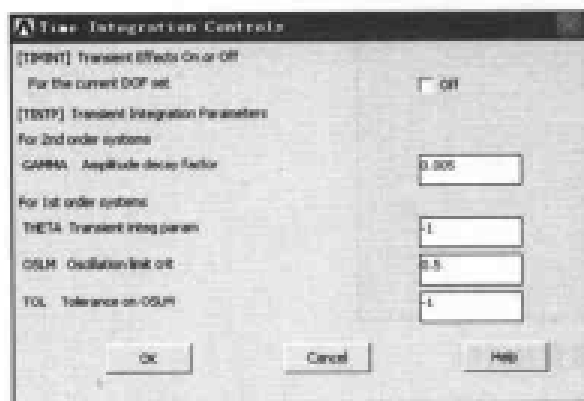

图 12-57 时间积分控制对话框
(1) 选择 Main Menu | Solution | Analysis Type | New Analysis 命令，出现 New Analysis 对话框，选择分析类型为 Transient，单击 OK 按钮，出现 Transient Analysis 对话框，在 [TRNOPT] Solution method 选项组中选择 Full，单击 OK 按钮关闭该对话框。
(2) 选择 Main Menu | Solution | Load Step Opts | Time/Frequenc | Time - Time Step 命令，出现 Time and Time Step Options 对话框，[TIME] Time at end of load step 文本框中输入 0.01，在 [DELTIM] Time step size 文本框中输入 0.01，其他选项采用默认设置，单击 OK 按钮关闭该对话框。
(3) 选择 Main Menu | Solution | Load Step Opts | Time/Frequenc | Time Integration | Amplitude Decay 命令，出现 Time Integration Controls 对话框，参照图 12-57 对其进行设置，单击 OK 按钮关闭该对话框。
(4) 选择 Utility Menu | Select | Entities 命令，出现 Select Entities 对话框。在第 1 个下拉列表框中选择 Areas 选项，在第 2 个下拉列表框中选择 By Num/Pick 选项，在第 3 个选项组中选中 From Full 单选按钮，单击 OK 按钮，出现 Select areas 菜单，在文本框中输入 1，单